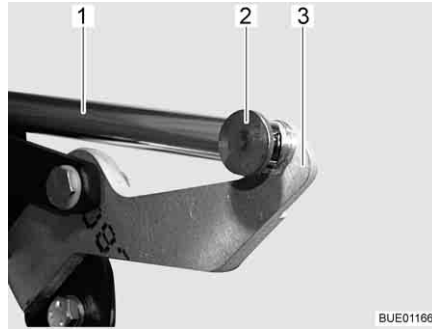

Fig. 132 Accionamiento
- Desmontar la unión (p. ej. la clavija hendida y el perno) (Fig. 132,2) entre la biela (Fig. 132,1) y la palanca (Fig. 132,3).